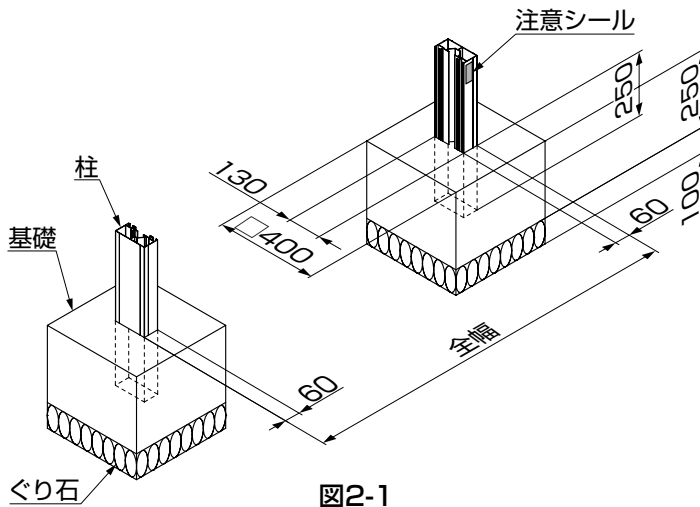

図2-1
- 基礎寸法は、指定寸法以上にしてください。(図2-1参照)